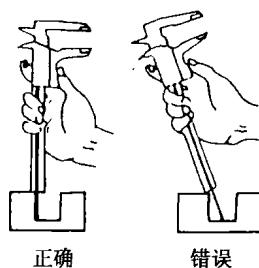

图 1-6 测量深度尺寸的方法
(4) 用游标卡尺的深度尺测量工件的深度尺寸时，要使尺身尾端端面与被测深度部位的端面垂直接触。游标卡尺要垂直于被测深度部位放置，不得前后左右歪斜（图 1-6）。右手握住卡尺，并用大拇指拉动尺框向下移动，直至手感到深度尺与槽底接触，即可进行读数。